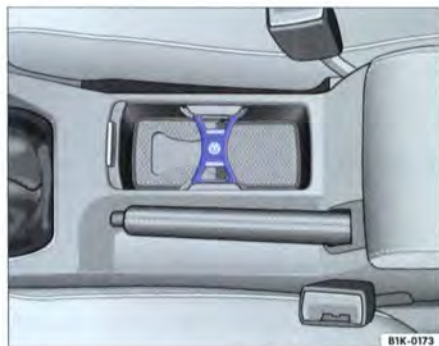

Fig. 67 Rangement ouvert servant de porte-boissons
- Placez la bouteille ou la canette dans le porte-boissons et faites coulisser le décapsuleur ⇒ fig. 67 en avant ou en arrière jusqu'à ce qu'il enserre bien la boisson.